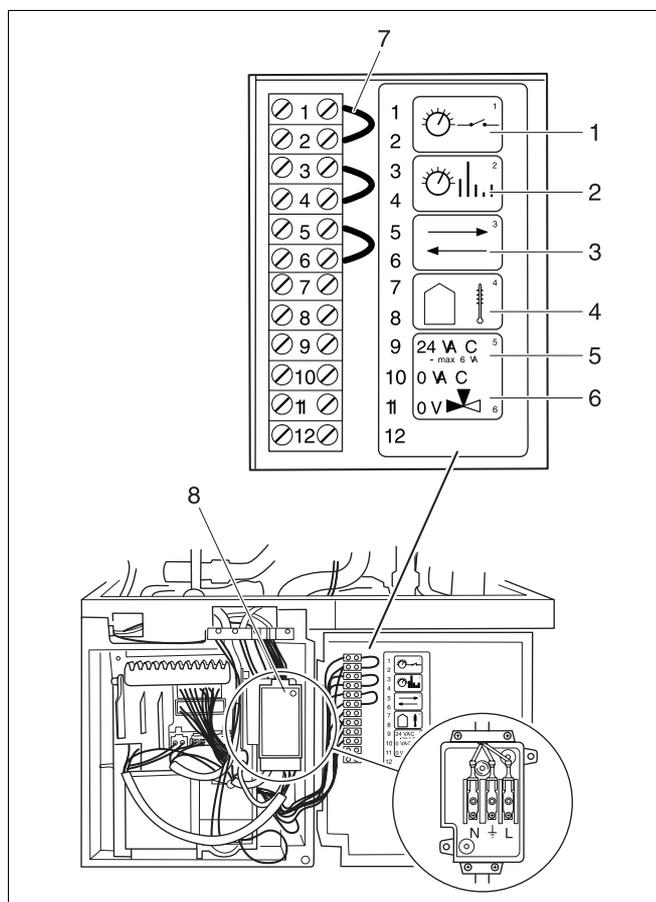

Fig. 8 Collegamento apparecchio di regolazione
- Aprire il quadro di collegamento alla rete svitando la vite (fig. 8, pos. 8).
- Introdurre il cavo di rete nel quadro di collegamento alla rete (fig. 8) facendolo passare attraverso il fermacavo, e collegarlo ai morsetti.
Qualora fosse necessario azionare provvisoriamente la caldaia senza regolazione, sostituire il ponte non conduttore (fig. 8, pos. 7) ai morsetti 1–2 tramite un ponte conduttore e impostare nell'UBA la temperatura di mandata e la potenza di riscaldamento desiderata.
Legenda fig. 8: Collegamento apparecchio di regolazione